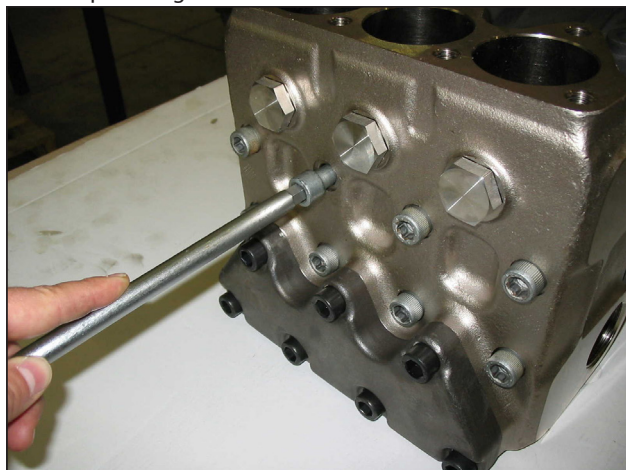

Fig. 25
- A) Dévisser les vis de fixation de la tête M12x220 comme indiqué au Fig. 25.